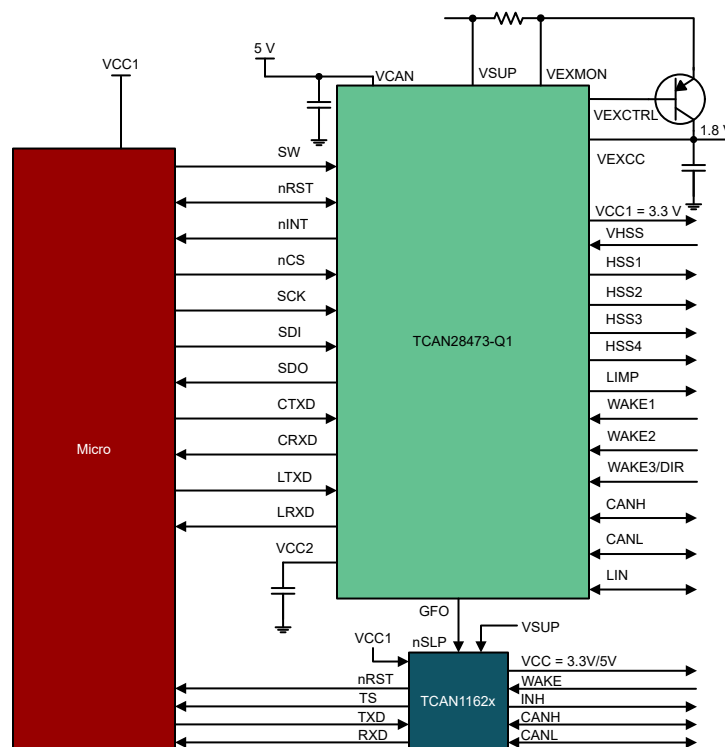

図 9-7. CAN FD SBC によるチャネル拡張
- TCAN2857-Q1 までのいずれかのデバイスと TCAN1162x を使用することで、CAN トランシーバを備えた 2 つ目の SBC を実装できます。図 9-7 を参照してください
セクション 9.1.3.2 は、TCAN2854-Q1 が外部 CAN FD トランシーバを制御する方法の概略図を示します。スリープモード、またはサーマルシャットダウンなどのさまざまな故障状態で LDO がオフになると、CAN FD トランシーバの電源がオフになります。CAN FD トランシーバを制御するように TCAN285x-Q1 を構成するには、以下のレジスタとビットを構成する必要があります。5V バリエーションが示されている場合、CAN FD トランシーバへの電力供給には VCC2 が使用されますが、VCC1 も使用できます。図 9-7 に示すように、単純な CAN SBC は 2 番目の CAN トランシーバも提供できます